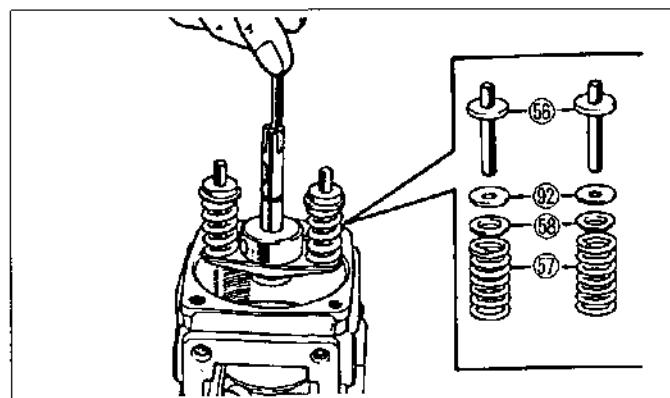

Figura.14-32 Instalación del émbolo distribuidor y anillos del émbolo distribuidor
(1) Ponga la laminilla del émbolo distribuidor, que se seleccionó en el paso 14-12, en la superficie de contacto del disco de leva. Ponga el émbolo distribuidor junto con la placa inferior ⑮, placa superior ⑯, asiento de resorte inferior ⑯, resortes del émbolo distribuidor ⑯, y asientos de resorte superior ⑯, las laminillas de resorte correctas (según se determina en el paso 14-11), y guías de resorte ⑯ en el pasador de la placa de leva y laminilla del émbolo distribuidor. (Vea la figura.14-32)